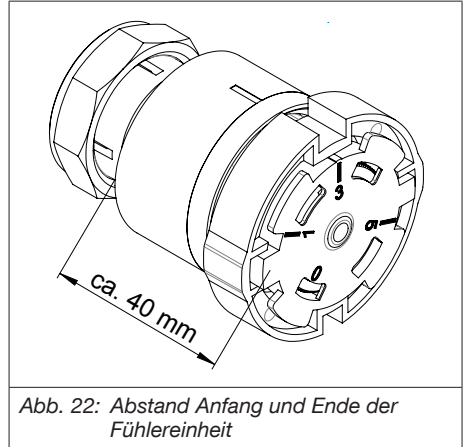

Abb. 22: Abstand Anfang und Ende der Fühlereinheit
- Der Abstand zwischen Anfang und Ende der Fühlereinheit muss ca. 40 mm betragen (siehe Abb. 22 auf Seite 17).